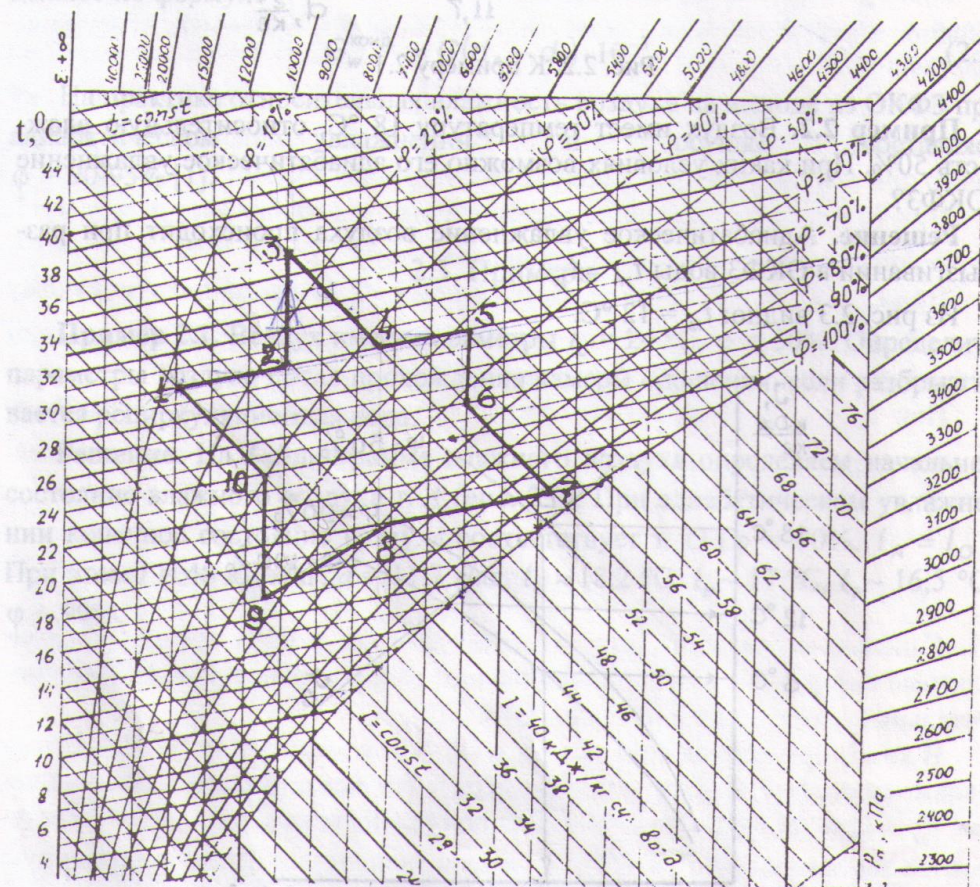

Рис. 2.4. К задаче 2.1
2.1. На рис. 2.4 изображены процессы тепловлажностного изменения параметров влажного воздуха. Они изображены в виде прямых отрезков (лучей), образующих в совокупности звезду. Укажите, какие лучи соответствуют процессам при непосредственном контакте воздуха с водой. Приведите возможные технологические параметры процессов (направление процессов от т. 1 по часовой стрелке).